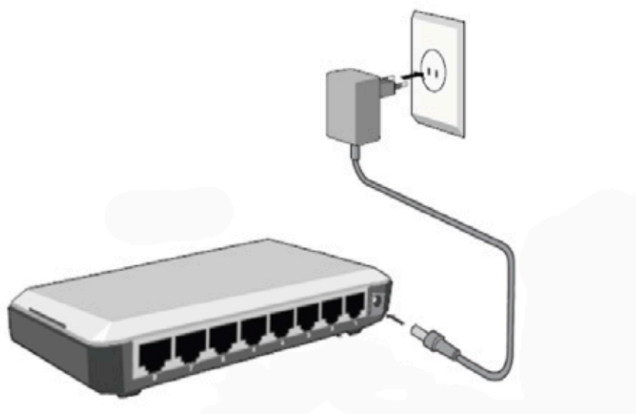

Figura 12 - Conecte ao cabo da fonte.
Passo 1:	Conecte um lado do cabo da fonte no painel frontal do roteador, conforme mostrado na Figura 12.